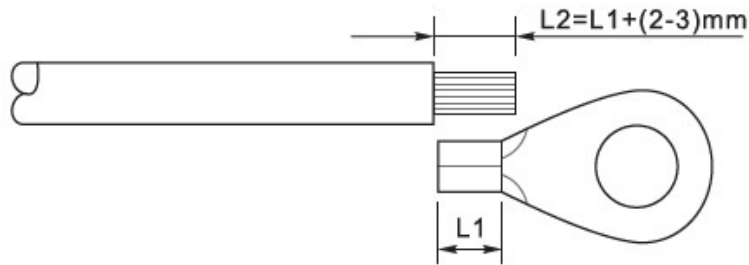

Figura 10 – Preparazione cavo di terra (1)
1) Rimuovere una lunghezza adeguata dello strato di isolante esterno usando uno spella cavi, come mostrato nella Figura 10.